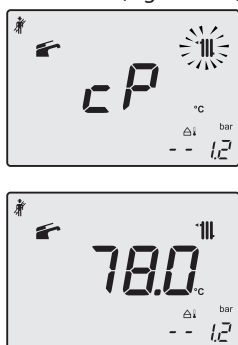

Figura 9.24
- Premendo il tasto 24 è possibile variare la potenza in modalità spazzacamino: con visualizzazione sul display LCD delle lettere **hP** che si alternano con il valore di temperatura dell'acqua di riscaldamento (es. **78**), siamo in "funzione spazzacamino" alla potenza massima in riscaldamento (Figura 9.24);